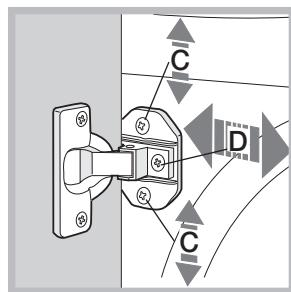

Fig. 7
- Pentru a regla poziția panoului de lemn pe verticală și pe orizontală, utilizați suruburile **C** și **D** după cum este indicat în fig. 7.